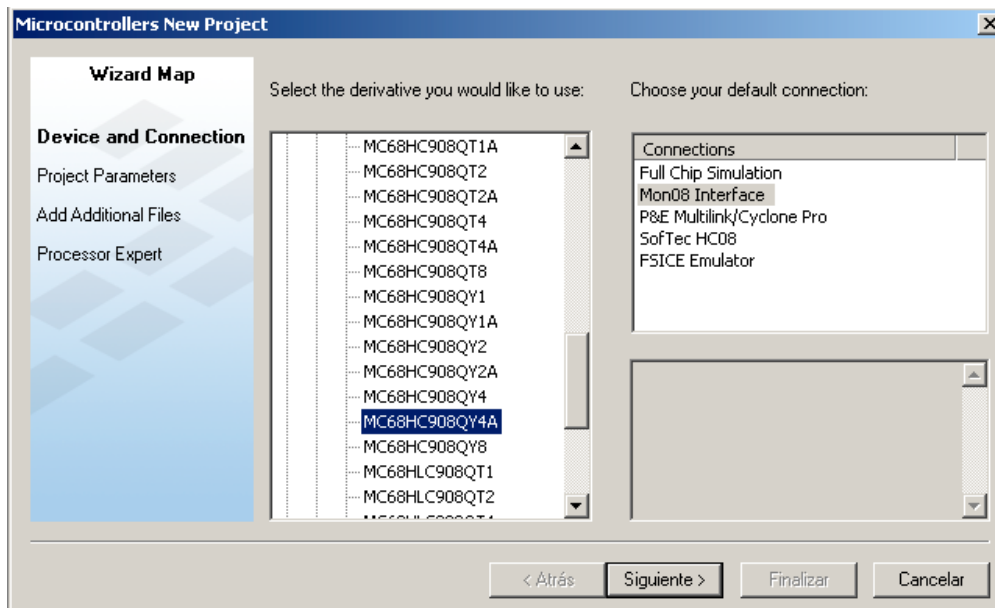

Figura 3.- Pantalla de configuración de Familia, dispositivo y tipo de conexión.
- 3) En la siguiente pantalla configuraremos la familia y dispositivo en particular a utilizar para nuestro proyecto (**MC68HC908QY4ACP**) según se puede ver en la **figura 3**.
Como se observa en la **figura 3**, se ha elegido la familia HC08, dispositivo **MC68HC908QY4A** y en cuanto a la conexión con la herramienta debe elegirse la opción **“Mon08 Interface”** ya que es la opción universal de conexión para los sistemas de desarrollo como los **EVAL08QTY**, **E-FLASH08**, **FLASH_POD** y toda otra herramienta que no figure explícitamente en el listado de conexiones.